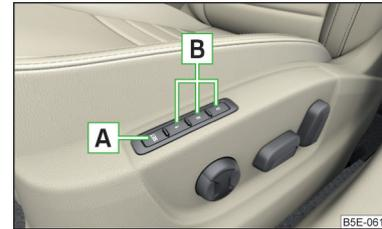

Abb. 65
Unter den Speichertasten **B** am Fahrersitz kann jeweils eine Einstellung der Fahrersitz- und Außenspiegelposition gespeichert werden » Abb. 65.
- ▶ Die Taste **SET A** » Abb. 65 drücken und anschließend innerhalb von 10 s die gewünschte Speichertaste **B** drücken. Das Speichern wird mit einem akustischen Signal bestätigt.
- ▶ Die Zündung einschalten und die gewünschte Speichertaste **B** » Abb. 65 drücken.